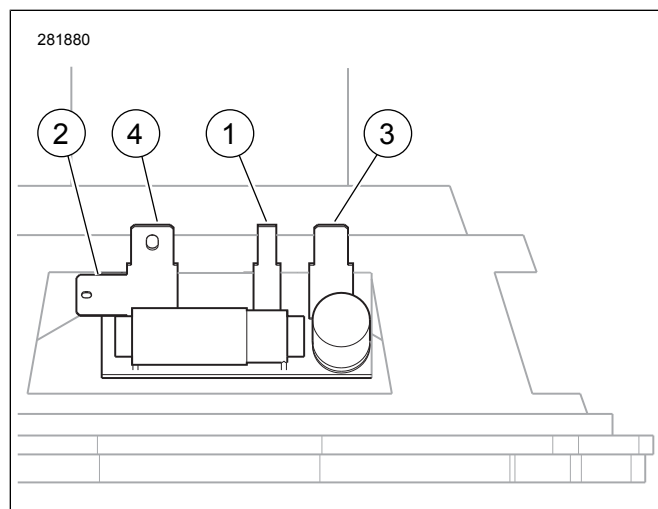

Figura 5. Terminais espada dos alto-falantes Bagger
3. Veja a figura 5. Conecte os fios do tweeter montado na grade nos terminais espada (1) e (2) e na parte traseira do alto-falante. Contatos de lâmina de tamanhos diferentes evitam erros na montagem.
6. Veja a figura 5. Instale os terminais fêmea do chicote do veículo nos terminais espada (3) e (4) na traseira do alto-falante. Contatos de lâmina de tamanhos diferentes evitam erros na montagem.